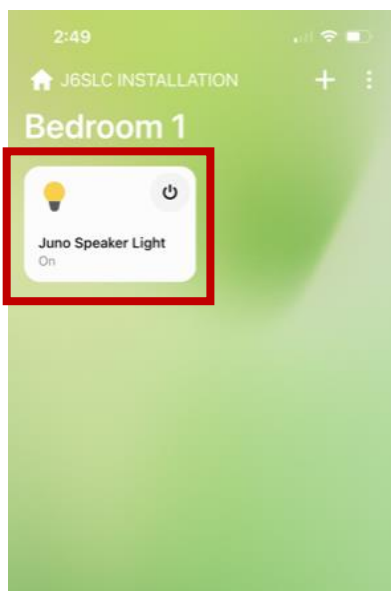

Figura 9
5. Seleccione la unidad en la aplicación SmartThings (Figura 9)